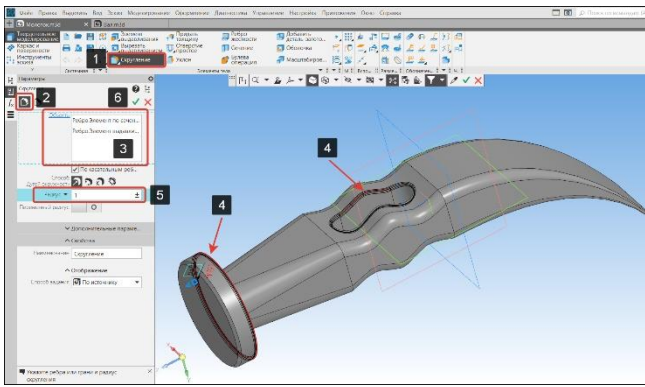

Рисунок 169 – Команда скругление
- В панели элементы тела выберем команду скругление (1) подоперация скругление (2) (Рисунок 169);
- Укажем грани (4), которые необходимо скруглить. В окне объекты отобразятся все выбранные грани (3) (Рисунок 169);
- В строке радиус (5) зададим значение скругления: радиус 1 мм. (Рисунок 169);
- Нажмем кнопку Завершить операцию (6) (Рисунок 169);